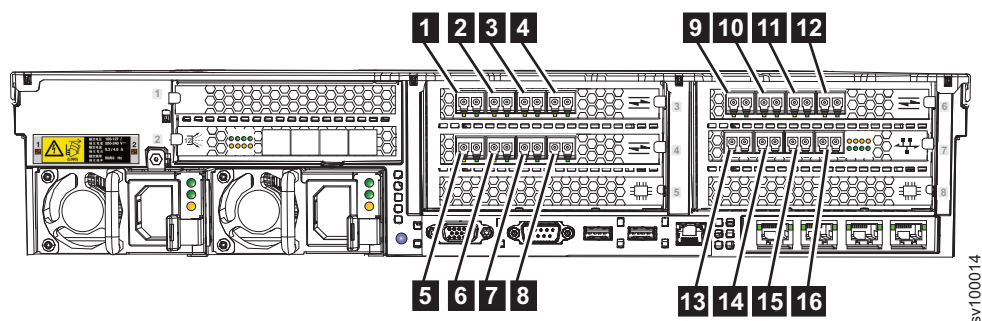

图 21. 典型配置中的光纤通道端口号
第 29 页的图 21 显示了为以太网光纤通道 (FCoE) 通信配置了 10 Gbps 光学以太网适配器时的物理光纤通道 (FC) 端口号。